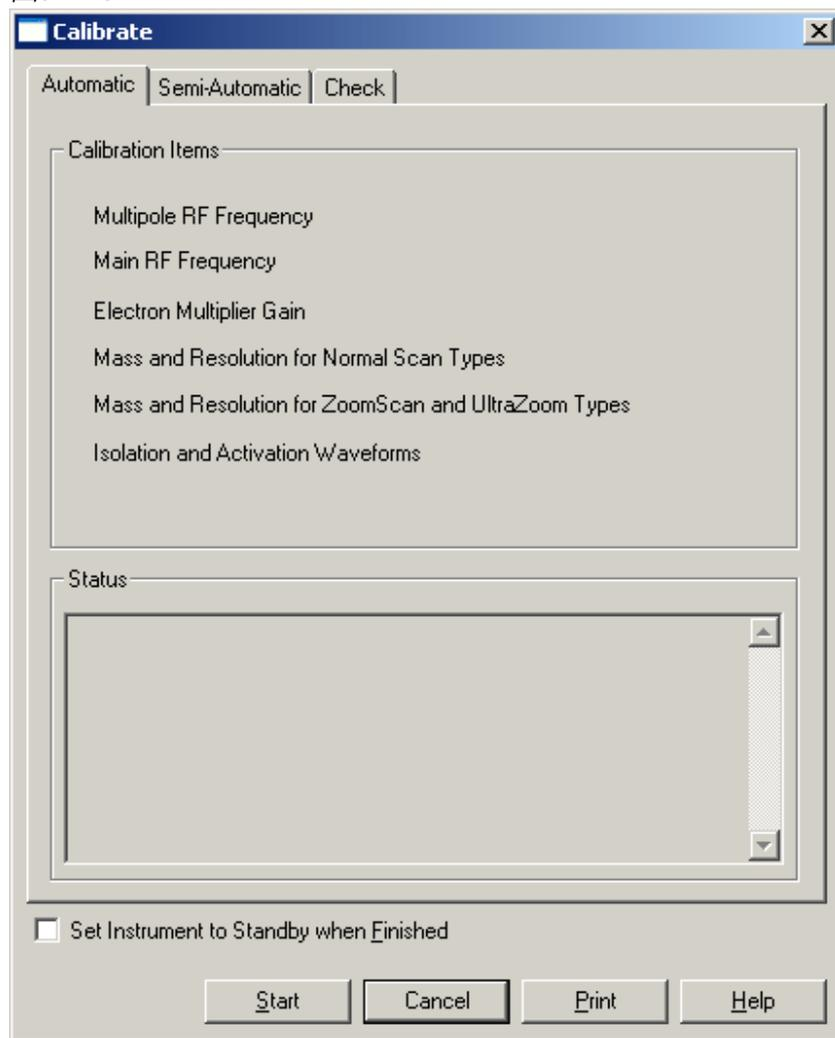

图3—13 Calibrate 对话框，图中所示是 自动校正页面。
2. 必要时点Automatic 突标 显示Automatic校正页面。看图3—13。